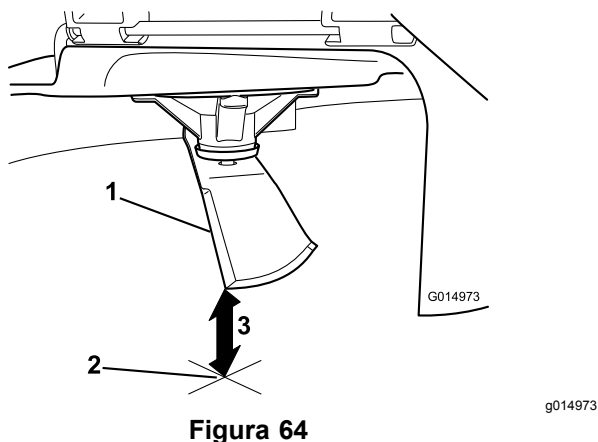

Figura 64
5. Meça da ponta da lâmina até à superfície plana (Figura 64).